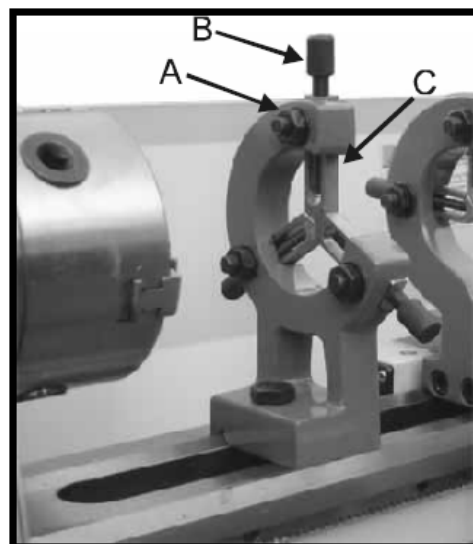

Рис. 24
Неподвижный люнет служит в качестве опоры для валов на свободном конце задней бабки. При выполнении многих операций использование задней бабки недопустимо, так как она мешает токарному резцу или сверлу и поэтому подлежит снятию со станка. Неподвижный люнет, работающий в качестве концевой опоры, обеспечивает отсутствие вибрации. Неподвижный люнет крепится на направляющих станины и снизу фиксируется стопорной планкой. Скользящие пальцы необходимо непрерывно смазывать в точках контакта с целью предотвращения преждевременного износа. (Рис. 24).
1. Ослабьте три шестигранные гайки. (А, Рис. 24)
2. Ослабьте винты с накатанной головкой (В, Рис. 24) и отожмите скользящие пальцы (С, Рис. 24), чтобы люнет и его пальцы можно было перемещать вокруг заготовки. Закрепите люнет в нужном положении.
3. Затяните винты с накатанной головкой, так чтобы неплотно прижать пальцы к заготовке. Затяните три гайки (А, Рис. 24). Нанесите машинное масло на точки скольжения.